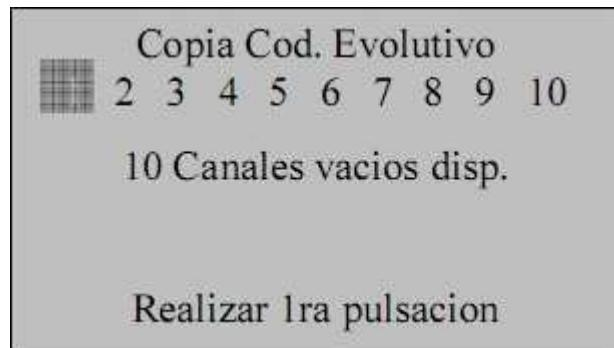

Fig.10
- No display aparece “**Procesando**” e “**Realizar 1ª pulsación**” (fig.10). Esta pulsação é feita com o 1º botão;
- Seleccionar com  ou  o canal do comando Remocon, para onde queremos copiar o canal correspondente do comando original (fig.10);
- No display aparece “Realizar 1ª pulsación” (fig.10). Esta pulsação é feita com o 1º botão;
- Seleccionar com < ou > o canal do comando Remocon, para onde queremos copiar o canal correspondente do comando original (fig.10);